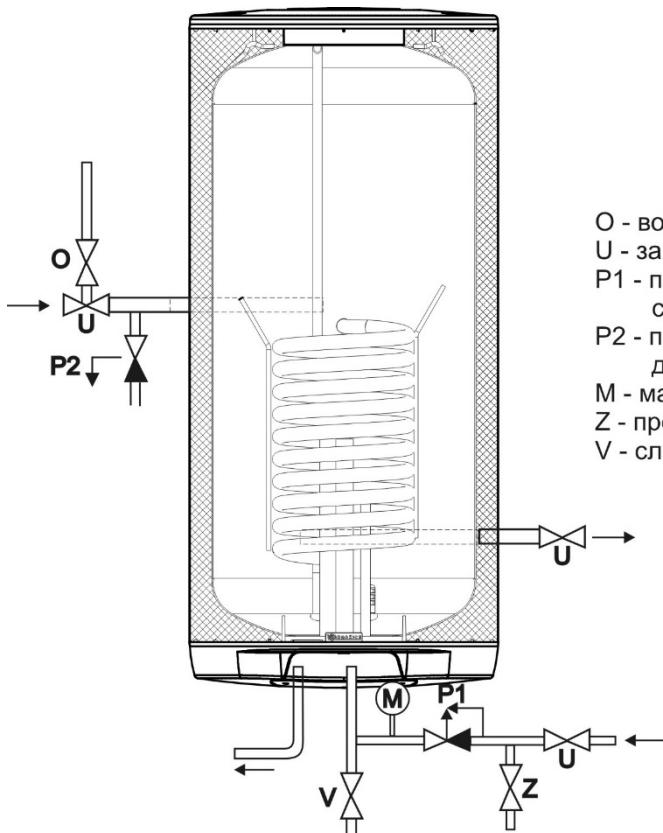

Рисунок 17
Перед монтажом следует проверить несущую способность стены и в зависимости от типа материала стены выбрать подходящий крепежный материал, при необходимости укрепить стену. Водонагреватель серии NTR/Z устанавливается только в вертикальном положении так, чтобы нижняя грань водонагревателя была расположена минимально в 600 мм над уровнем пола. У комбинированных водонагревателей перед подвешиванием на стене необходимо присоединить ко входам и выходам отопительной воды колена и их поворачиванием определить монтаж справа или слева (Рисунок 17). С учетом различных типов материала стены и широкого ассортимента специальных доступных на рынке крепежных материалов мы не снабжаем водонагреватели этими материалами. Систему крепления необходимо выбирать индивидуально, в соответствии с условиями. Рекомендуется поручить монтаж на стене и закрепление специализированной фирме или обсудить крепление со специалистом.
Подключение водонагревателей к водопроводу показано на (Рисунок 12, Рисунок 13, Рисунок 14, Рисунок 15, Рисунок 16, Рисунок 17). Для возможного отключения водонагревателя на входах и выходах воды необходимо смонтировать резьбовые соединения Du 3/4". Если линия горячей воды оборудована циркуляционным контуром, подключается «обратка» к входу, обозначенному как ЦИРКУЛЯЦИЯ. Типы 100, 125, 160 NTR и 100, 125, 160 NTR / HV оснащены сливным выходом. У типа 200 и 250 NTR(R) на вход горячей воды необходимо установить Т-образную арматуру со сливным клапаном. Водонагреватель должен быть оборудован предохранительным клапаном. Предохранительный клапан устанавливается на впуске холодной воды, который обозначен синим кольцом. Рекомендуем как можно более короткую линию горячей воды, отводимой от водонагревателя, это уменьшит потери тепла. Водонагреватели должны быть оборудованы сливным клапаном на впуске холодной воды в водонагреватель для возможного демонтажа или ремонта.